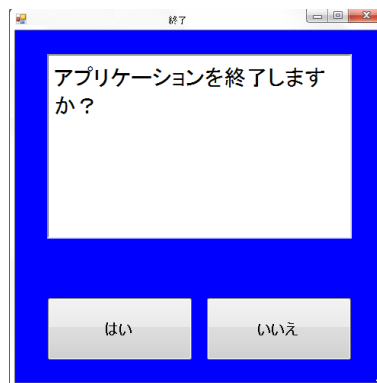

図 8.2 ソフト終了確認画面
- 電源アイコンをタップするとソフト終了確認画面（図 8.2）が表示されます。
**電源**アイコンをタップするとソフト終了確認画面（図 8.2）が表示されます。